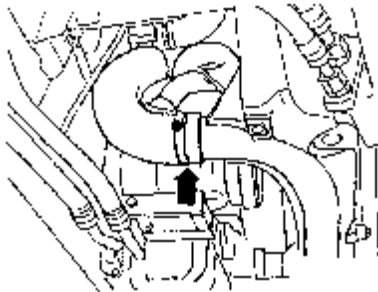

图 4-122 拆卸涡轮增压器软管
(7) 如图 4-122 所示，断开锁固定支架处的涡轮增压器软管（箭头所示）。拧下发动机左侧悬置的紧固螺栓（顶部）